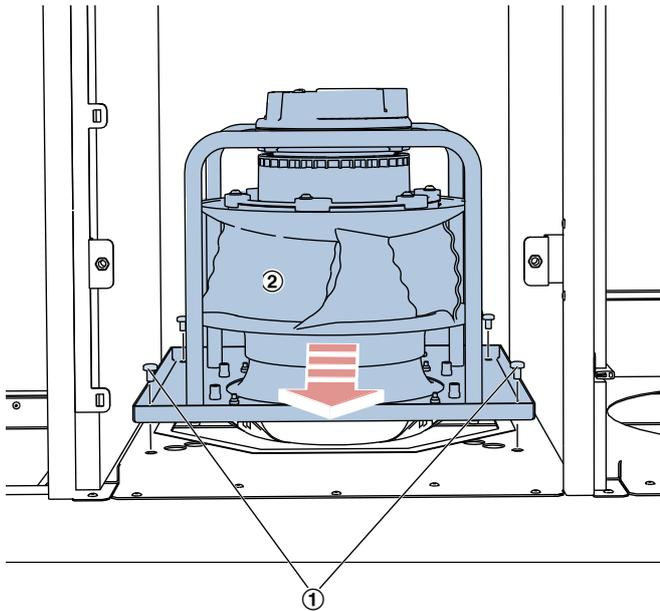

Abb. 14: Zuluft-Ventilator
8. ▶ Anschlussleitung vom Zuluft-Ventilator am Stecker trennen. Die vier Schrauben ( Abb. 14 /1) lösen und Ventilator ( Abb. 14 /2) herausnehmen.